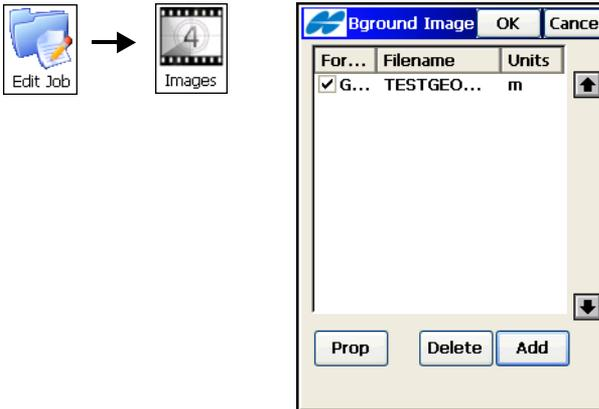

Abbildung 4-101. Hintergrundbilder auswählen
2. Wählen Sie im Fenster *Hintergrundbilder* eine Bilddatei (Abbildung 4-101). Sie können auch mehrere Hintergrundbilder auswählen. Sie können so viele Hintergrundbilder wählen, wie der freie Speicher des Feldrechners aufnehmen kann.